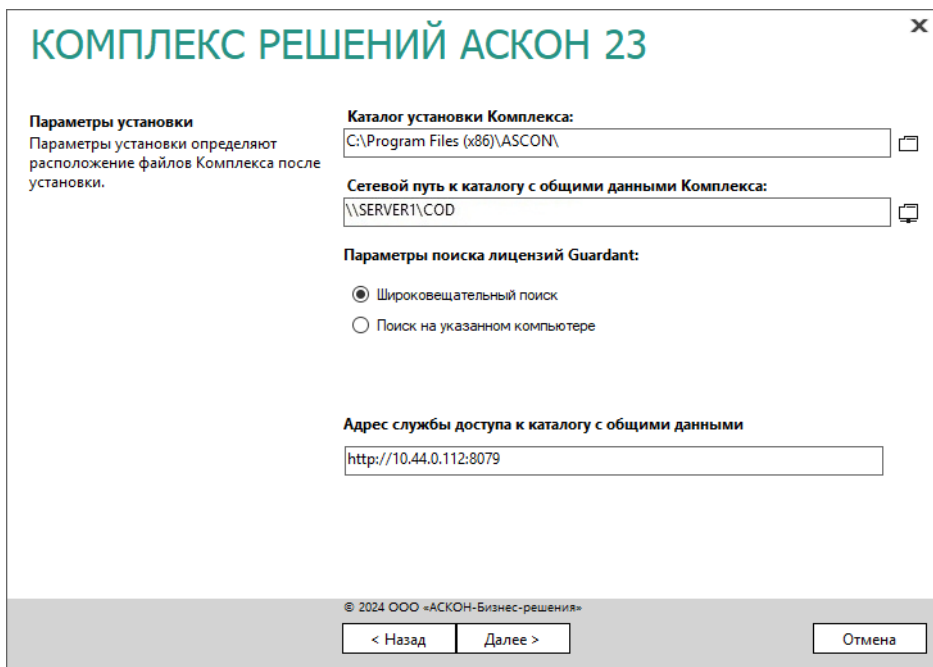

Рис. 2.9
4. Если на предыдущем этапе не был выбран компонент **Каталог с общими данными**, укажите полное доменное имя (FQDN) или IP-адрес компьютера с установленной службой доступа к каталогу с общими данными (см. рис. 2.9):